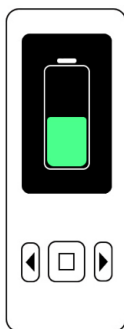

Fig. 7 : **X-Smart® Go**-endomotoren lader
- Under lading vises batteriikonet på skjermen til motoren (se [► Fig. 7]). Når ladingen er fullført slås skjermen til motoren og det blå LED-lyset på strømbanken av.